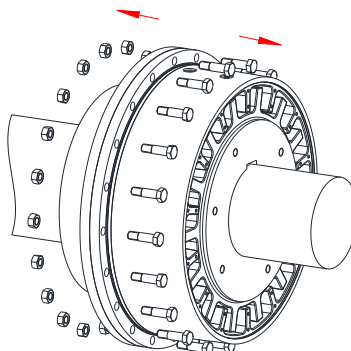

Bild 25
- Lösen Sie nun die Sechskant-Passschrauben und die Sechskantmutter (Bauteil 7 und 8). Anschließend schieben Sie den Nockenring (Bauteil 4) axial nach hinten, bis die restlichen Einzelelastomere freiliegen (Ausbaumaß W, siehe Tabelle 1) (siehe Bild 25).